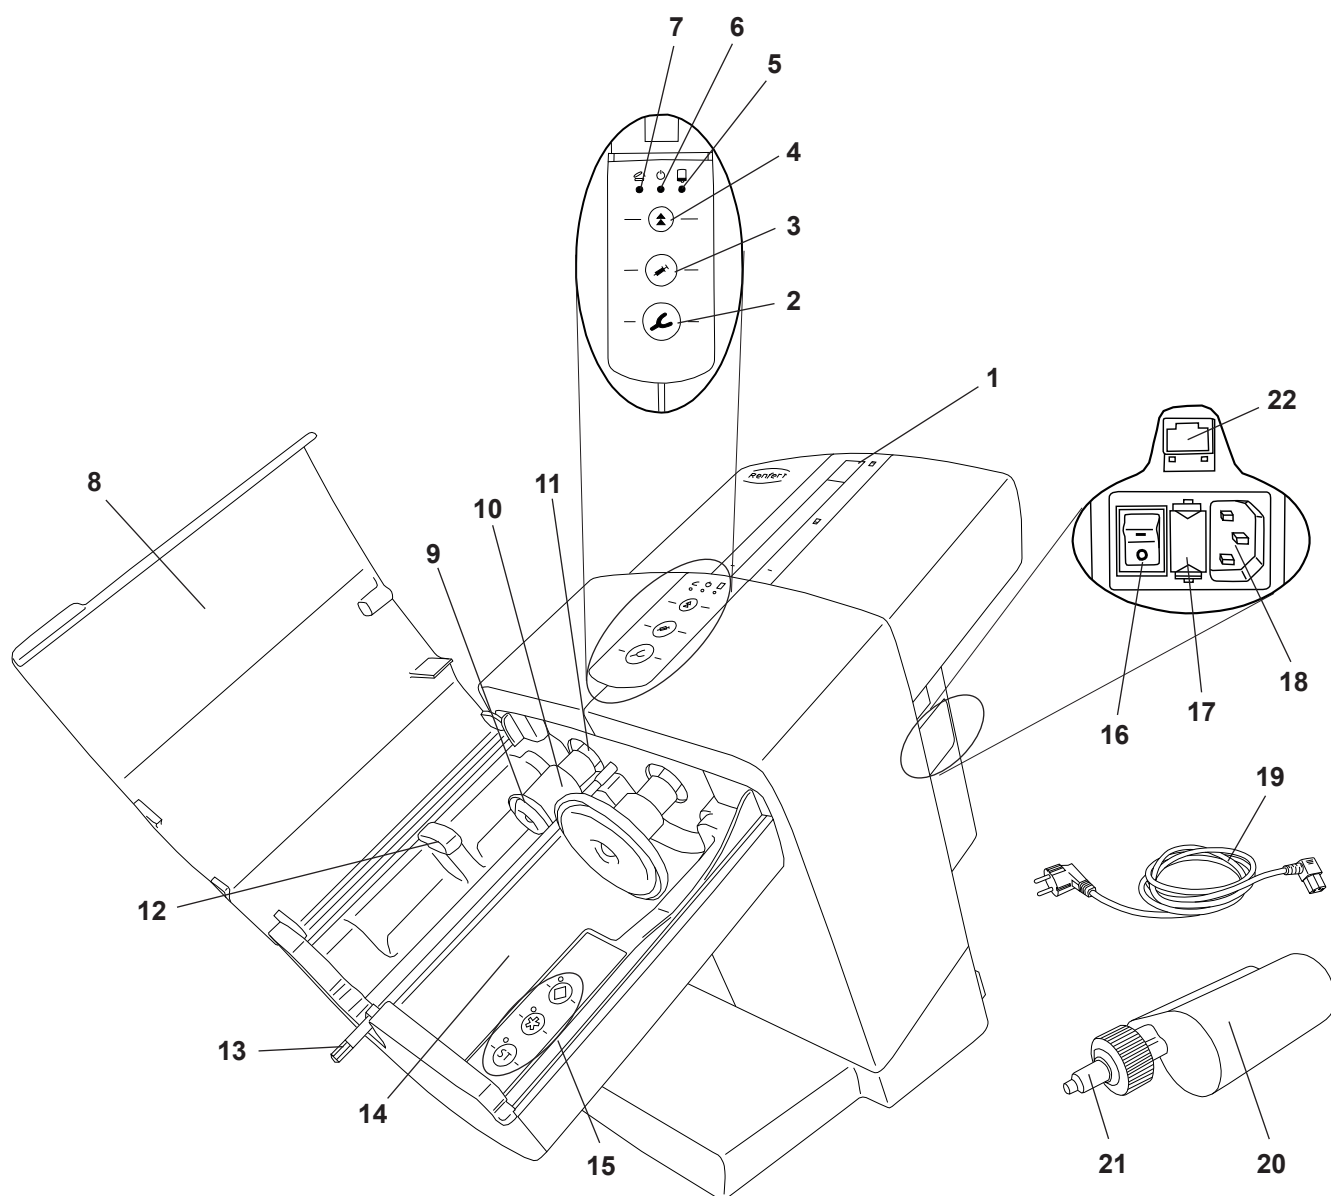

Fig. 1
- ⇒ Introduceți cablul de rețea din pachetul de livrare (19, Fig. 1) în fișa de conectare la rețea (18).
- ⇒ Conectați aparatul de la întrerupătorul de rețea (16).
- ⇒ Închideți clapeta aparatului (8, Fig. 1).
- ⇒ Apăsăți tasta de mers înapoi (4).
- ◆ Discurile de presiune (9, Fig. 1) se deplasează înapoi până la poziția inițială și se opresc acolo.
- ⇒ Îndepărtați siguranța de transport (23).
Introducerea, precum și schimbarea unui cartuș se pot realiza numai dacă cele două discuri de presiune (9, Fig. 1) se află în poziția inițială.
⇒ Închideți clapeta aparatului (8, Fig. 1).
⇒ Deschideți clapeta aparatului (8, Fig. 1).
Clapeta aparatului se poate închide numai cu cartușul introdus corect. Atât timp cât clapeta aparatului nu este închisă conform prescripțiilor, se aprinde LED-ul roșu „Clapetă aparat deschisă“ (7, Fig. 1).
- Dispenser (3), viteză scăzută de scoatere prin presare
- ◆ Capul hexagonal de amestecare (13, Fig. 1) începe să se rotească și se inserează automat în duza malaxorului (21, Fig. 1) și se oprește apoi din nou.